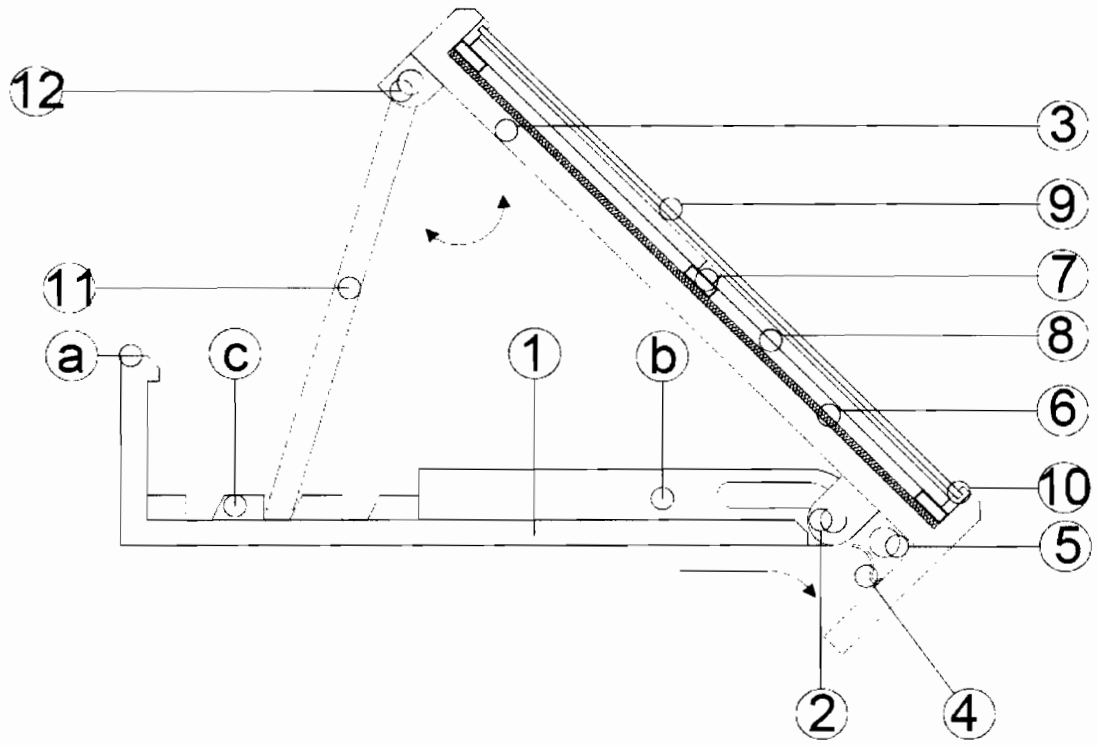

fig.1
Se dau în continuare două exemple de realizare privind două moduri conform invenției, în legătură cu fig.1...5, care reprezintă.
-fig.1, secțiune transversal printr-un element constructiv, pentru realizarea unui panou fotovoltaic, conform invenției;